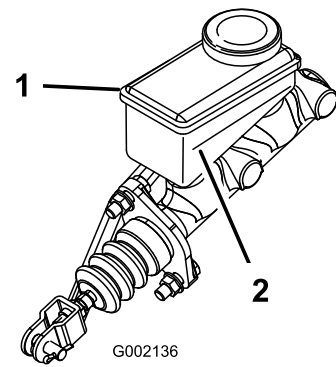

図 35
3. タンクを側面から見てオイルの量を確認する。最低ライン（図 35）まであればよい。不足であれば、キャップの周辺をきれいに拭き、キャップを取り、最低ラインを越えるまで補給する。 入れすぎないこと。